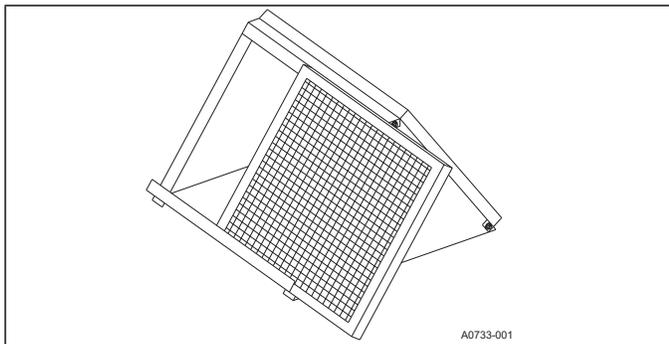

FIGURE 4 : Accessoires de cadre de filtre pour maison mobile
- Si les codes d'État, provinciaux, régionaux ou locaux exigent l'installation d'un système de conduits d'air de retour et d'un plénum de retour, alors ce dernier peut être connecté à l'entrée de l'appareil de chauffage et il doit se terminer à l'extérieur de l'espace où se trouve l'appareil de chauffage. L'accessoire de filtre à air externe illustré à la Figure 4 est conçu et recommandé pour une utilisation à l'intérieur du plénum de retour. Fixez le plénum de retour aux brides de raccordement interne de l'appareil de chauffage. Pour cela, on utilise généralement des cales en S dans le cas d'un plénum de métal. Il est recommandé d'utiliser un connecteur de conduit flexible répertorié pour les installations qui comprennent un système de conduit d'air de retour. Vous devez sceller les raccordements du plénum à l'appareil de chauffage et de tous les conduits au plénum pour éviter les fuites d'air. La tôle devrait être hachurée pour éviter qu'elle vibre lorsque le ventilateur intérieur est activé. Le système de conduits est une partie très importante de l'installation. Si le système de conduits n'est pas adéquatement dimensionné, l'appareil de chauffage ne fonctionnera pas correctement. Les conduits joints au plénum de l'appareil de chauffage doivent être de taille suffisante pour que l'appareil de chauffage puisse fonctionner à la pression statique externe spécifiée et à l'intérieur de l'élévation de température de l'air indiquée sur la plaque signalétique de l'appareil, ainsi qu'à l'intérieur de l'élévation de température de l'air indiquée au tableau 6.